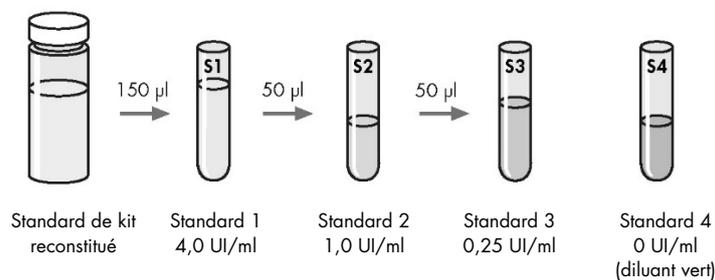

Figure 2. Préparation de la courbe de standard.
Utiliser le standard du kit reconstitué pour produire une série de dilution à 1 pour 2 suivie d'une série de dilution à 1 pour 4 de l'IFN- $\gamma$  dans le diluant vert (DV) (voir figure 2). Le S1 (standard 1) contient 4,0 UI/ml, le S2 (standard 2) 1,0 UI/ml, le S3 (standard 3) 0,25 UI/ml et le S4 (standard 4) 0 UI/ml (DV seul). Les standards doivent être testés en duplicats. Préparer des dilutions fraîches du standard de kit pour chaque session ELISA.